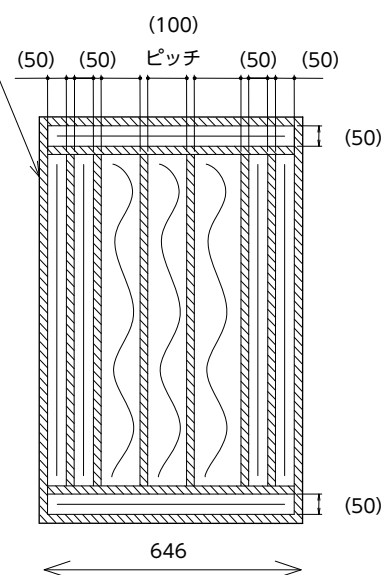

図2
<パネル色 (Q**) の場合> (図2)
- 図 2 の (100) ピッチ部は波状に塗布を必ず行ってください。